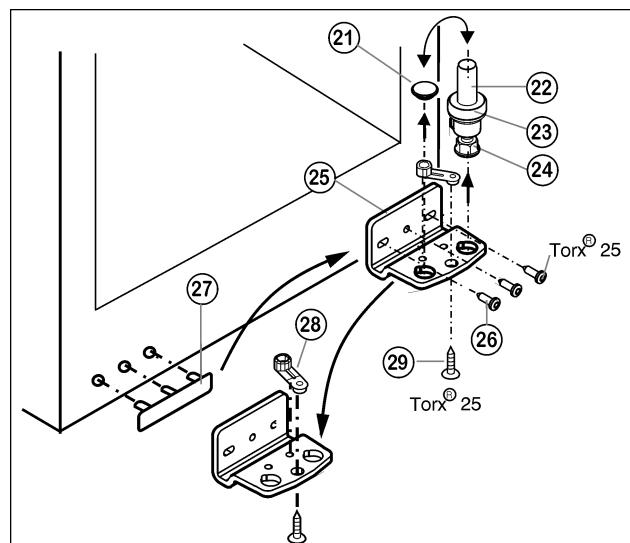

Fig. 5
- ▶ Извлеките опорный винт Fig. 5 (22) в комплекте с шайбой Fig. 5 (23) и регулируемой опорой Fig. 5 (24), вытягивая его вверх.
- ▶ Снимите пробку Fig. 5 (21).
- ▶ Открутите Fig. 5 (26) опорный кронштейн Fig. 5 (25).
- ▶ Открутите Fig. 5 (29) опорную деталь Fig. 5 (28) и, переставив в отверстие на противоположной стороне опорного кронштейна, снова прикрутите.
- ▶ Осторожно снимите и переставьте на противоположную сторону крышку со стороны ручки Fig. 5 (27).
- ▶ Снова прикрутите опорный кронштейн Fig. 5 (25) на новой стороне шарнира **(с моментом 4 Нм)**. При необходимости используйте аккумуляторный шуруповерт.
- ▶ Переставьте пробку Fig. 5 (21) в свободное отверстие.
- ▶ Вновь установите опорный винт Fig. 5 (22) в комплекте с шайбой и регулируемой опорой. При этом фиксатор должен быть направлен назад.